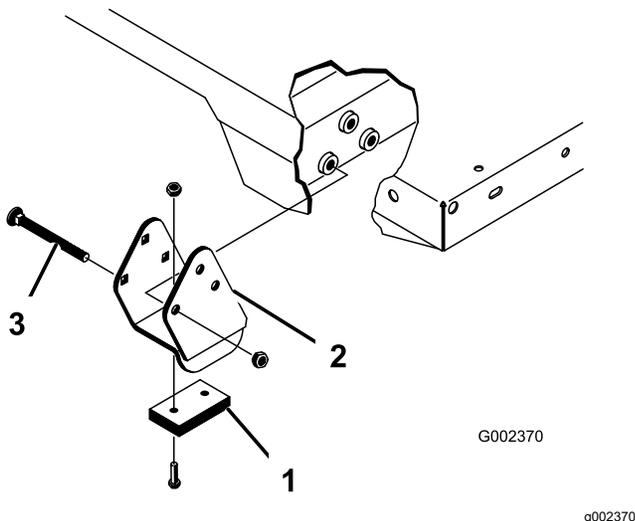

Figura 35
Nota: Certifique-se de que os suportes dos espaçadores e os bloqueios contra desgaste (Figura 35) foram instalados na cabeça das porcas no interior da máquina.
2. Coloque a plataforma com cuidado no chassis, alinhando os orifícios posteriores da placa articulada da plataforma com os orifícios do canal traseiro e coloque dois passadores de forquilha e pinos de sujeição (Figura 35).
4. Introduza o passador de forquilha na parte exterior da plataforma com o pino de sujeição virado para fora (Figura 35).